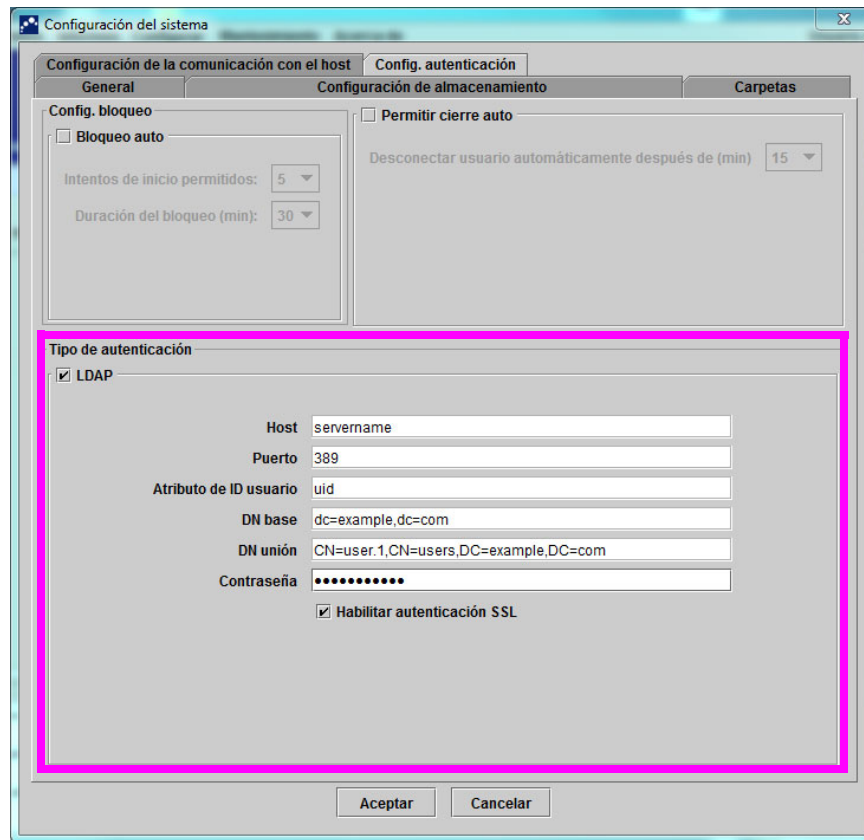

Figura 2-87. Configuración de autenticación para LDAP
2. Haga clic en la ficha **Config. autenticación**; aparecerá la información de configuración de la autenticación. Consulte la figura 2-87.
- **DN base:** Escriba el nombre distintivo (DN) base. Un DN base es el punto desde el cual el servidor buscará usuarios. En una búsqueda LDAP de administradores de usuarios, el servidor empieza en el DN base (dc=ejemplo,dc=com).